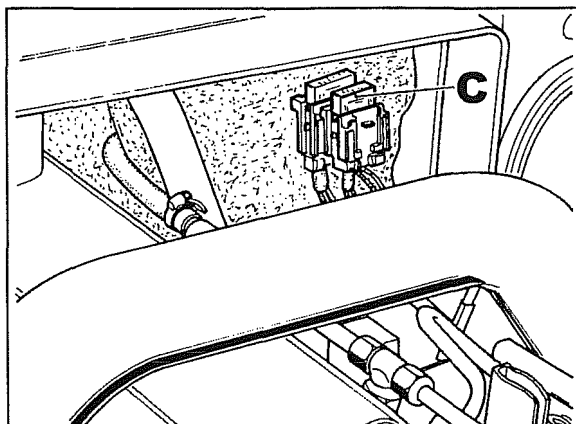

Fig. 3
- 1 Controlar el buen estado del fusible **C** fig. 3 que protege la instalación toma de fuerza delantera.